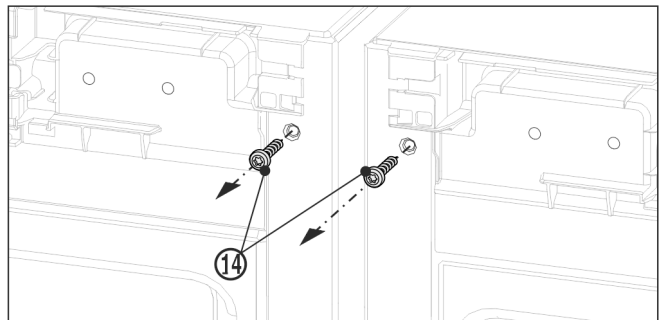

Fig. 11
► Перед монтажом верхнего угла выверните оба винта заземления Fig. 11 (14).